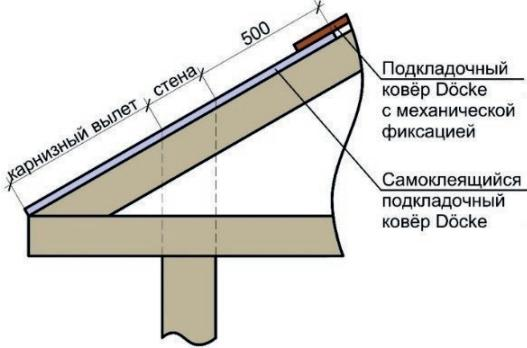
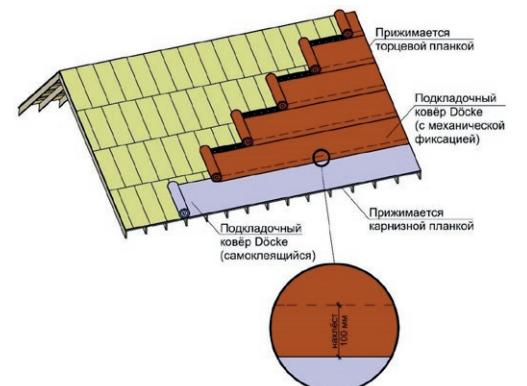

Рис. 8. Схема укладки самоклеящихся подкладочных ковров на карнизный свес.
Рис. 10. Схема расположения подкладочного ковра Döcke (последовательность укладки полотен в соответствии с пунктом 4.1.6.).
4.1.3 В ендove и вдоль карнизного свеса рекомендуется укладывать самоклеящийся подкладочный ковёр Döcke. Величина карнизного свеса равна величине карнизного вылета плюс часть ската над стеной плюс 500 мм (рис. 8). Оставшуюся поверхность скатов допускается укрывать подкладочными коврами Döcke с механической фиксацией (рис. 10, рис 12). Также допускается монтаж само-
4.1.8 Крепёж подкладочного ковра осуществляется гвоздями (тип 1, таблица №1). Схема крепления полотен подкладочных ковров Döcke показана на рис. 10. Самоклеящиеся ковры Döcke вдоль карниза снизу прижимаются карнизными планками (п. 5 – «Установка карнизных и торцевых металлических планок»).